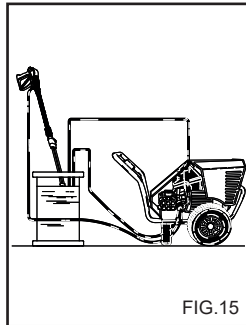

FIG. 15
**WERKWIJZE VOOR DE ANTI-VRIES (Fig. 15)**